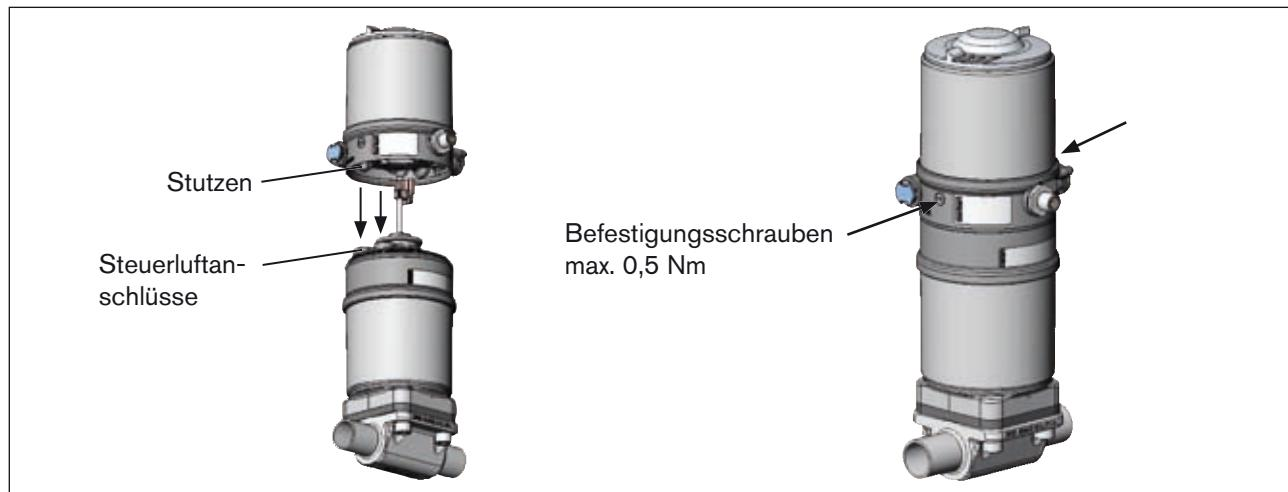

Bild 16: Montage Positioner, Reihe 2103, 2300 und 2301
2. die Stutzen des Positioners in die Steuerluftanschlüsse des Antriebs (siehe auch „Bild 16:“) hineinfinden.